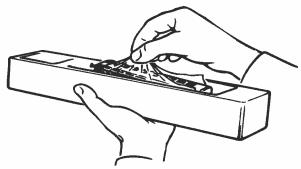

Fig. 3
1. Reinigung der Radstromkontakte: Radstromkontakte können auf unsauberer Schienen leicht verschmutzen. Bitte **entfernen Sie vorsichtig** mit einem kleinen Pinsel den **Schmutz** an den in Fig. 10 gekennzeichneten Stellen. Dazu zuerst das Lokgehäuse abnehmen (Fig. 3).
2. Schmierung: Versehen Sie die im Schmierplan in Fig. 7 gekennzeichneten Stellen mit nur **kleinen Öltropfen**. Dazu zuerst das Lokgehäuse abnehmen (Fig. 3). Wir empfehlen den **ROCO-Öler** Art. Nr. **10906**. Zur Schmierung der Getriebeteile (Zahnräder, Schnecke Fig. 6) empfehlen wir das **ROCO-Spezialfett 10905**. Im Falle der Schmierung diese Teile bitte nicht ölen.
4. Kohlebürstenwechsel: Lokgehäuse abnehmen (Fig. 3). Danach wird der **Motor ausgebaut** und die **Kohlebürsten ausgewechselt** (Fig. 8).
2. Graissage: N'appliquez **qu'une tout petite goutte** aux endroits indiqués par le plan de graissage (fig. 7) après avoir démonté le couvercle du carter des engrenages (fig. 3). Nous vous recommandons le **graisseur à huile ROCO réf. 10906**. Pour graisser les engrenages (roues dentées, vis sans fin - fig. 6) nous vous conseillons la **graisse spéciale Roco ref. 10905** pour engrenages en matières synthétiques. Lorsque vous utilisez cette graisse il faut éviter d'huiler ces composants.
4. Remplacement des balais du moteur: Démontez la caisse (voir fig 3). Démontez ensuite le moteur et échangez le balais (fig. 8).
i contatti delle ruote si sporcano facilmente su rotaie non perfettamente pulite. Utilizzate un piccolo pennello per rimuovere lo sporco dai punti indicati nella figura 10. Prima di far questo, rimuovere la carrozzeria (fig. 3).
Mettere delle piccole gocce d'olio nei punti indicati sullo schema di lubrificazione (fig. 7). A tal fine per prima cosa rimuovere la carrozzeria della locomotiva (fig. 3). Vi consigliamo l'oliatore Roco Art. nr. 10906. Per la lubrificazione delle parti del meccanismo (ruote dentate, vite senza fine, figura 6) consigliamo il grasso speciale Roco 10905. In caso di lubrificazione si prega di non oliare queste parti.
Rimuovere la carrozzeria della locomotiva (fig. 3). Dopodiché smontare il motore e sostituire le spazzole di carbone (fig. 8).